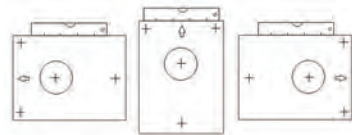

Рис. 2
- Используя строительный уровень, приложите к стене шаблон для монтажа в правильном положении, которое зависит от выбранного вами расположения прибора на стене (смотри п. "Правила размещения"), как показано на Рис.2, и наметьте на стене центр канала воздухопровода и крепежные отверстия. Уберите монтажный шаблон.